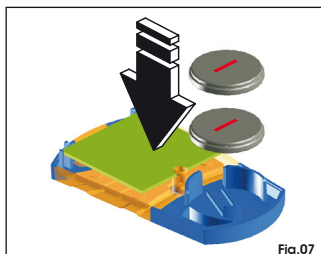

Fig.07
- Sustituya las dos pilas de 3V al litio mod. CR2032. Introduzca las pilas nuevas en su alojamiento respetando la polaridad indicada en la Fig.07.
- Beide Lithium-Batterien zu 3V, Mod. CR2032 austauschen. Die neuen Batterien in das entsprechende Fach einsetzen und die in der Abb. 07 angegebene Polarität beachten.
- Vervang de twee lithiumbatterijen 3V mod. CR2032. Zet de nieuwe batterijen in de speciale ruimte met inachtneming van de polariteit zoals aangegeven in Fig.07.